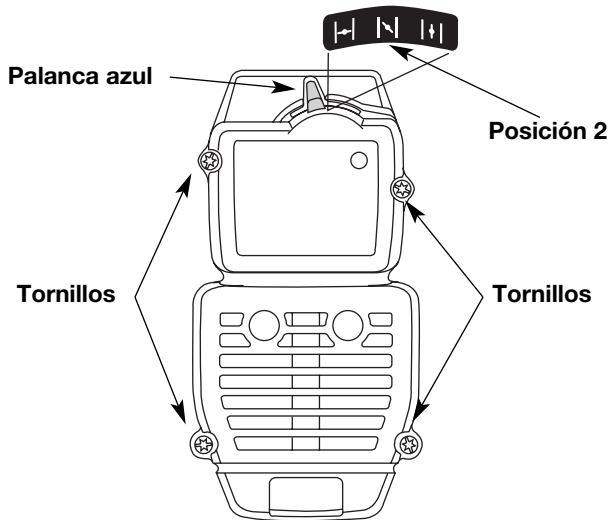

Fig. 23
**NOTA:** La palanca azul debe estar en Posición 2 (Fig. 23) para sacar la cubierta del silenciador / filtro de aire.
2. Inserte los cuatro (4) tornillos en los orificios de la cubierta del silenciador / filtro de aire (Fig. 23) y ajústelos. No los ajuste demasiado.